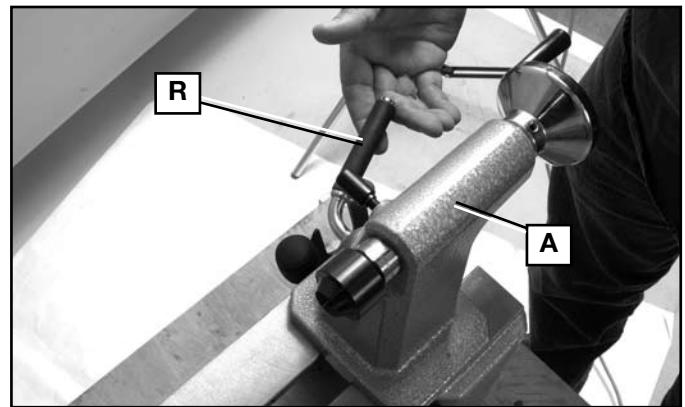
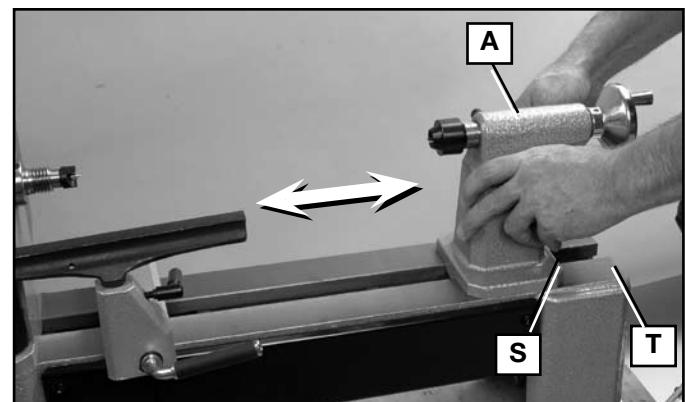

Fig. 10
Fig. 11
Pour régler la position de la poupée mobile (A), abaisser le levier de blocage (R) pour le relevant. Coulisser la poupée mobile (A) le long de la semelle (fig. 11), à la position voulue. Serrer le levier de blocage (R), fig. 10, en le desserrer en position.
**AVERTISSEMENT :** Pour réduire le risque de blessures, ne pas positionner le rebord externe (S) de la poupée mobile, fig. 11, au-delà du bord de la semelle (T) du tour.
Pour dégager la poupée mobile (A), fig. 10, dégager le levier de blocage (R) de celle-ci et coulisser la poupée mobile hors de la semelle du tour.